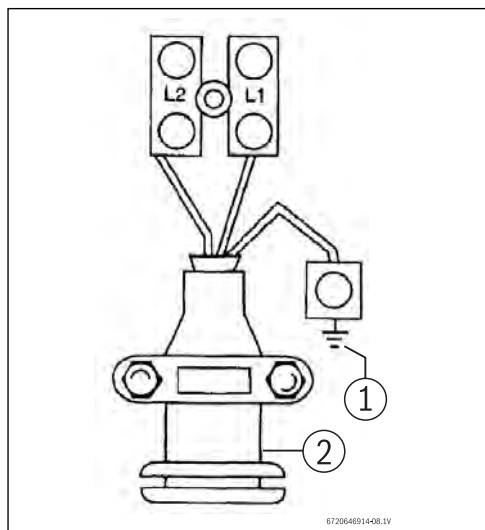

Fig. 4 Cable de terminación
- Conecte los cables al bloque terminal y a la clavija de tierra (Fig. 4) :